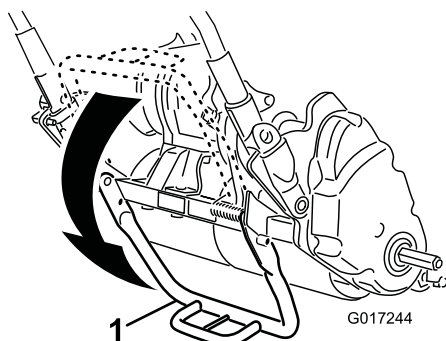

図 15
1. キックスタンドを立てるスタンドを足で下しながらハンドルで機体を持ち上げて機体をスタンドで支える 図 15。